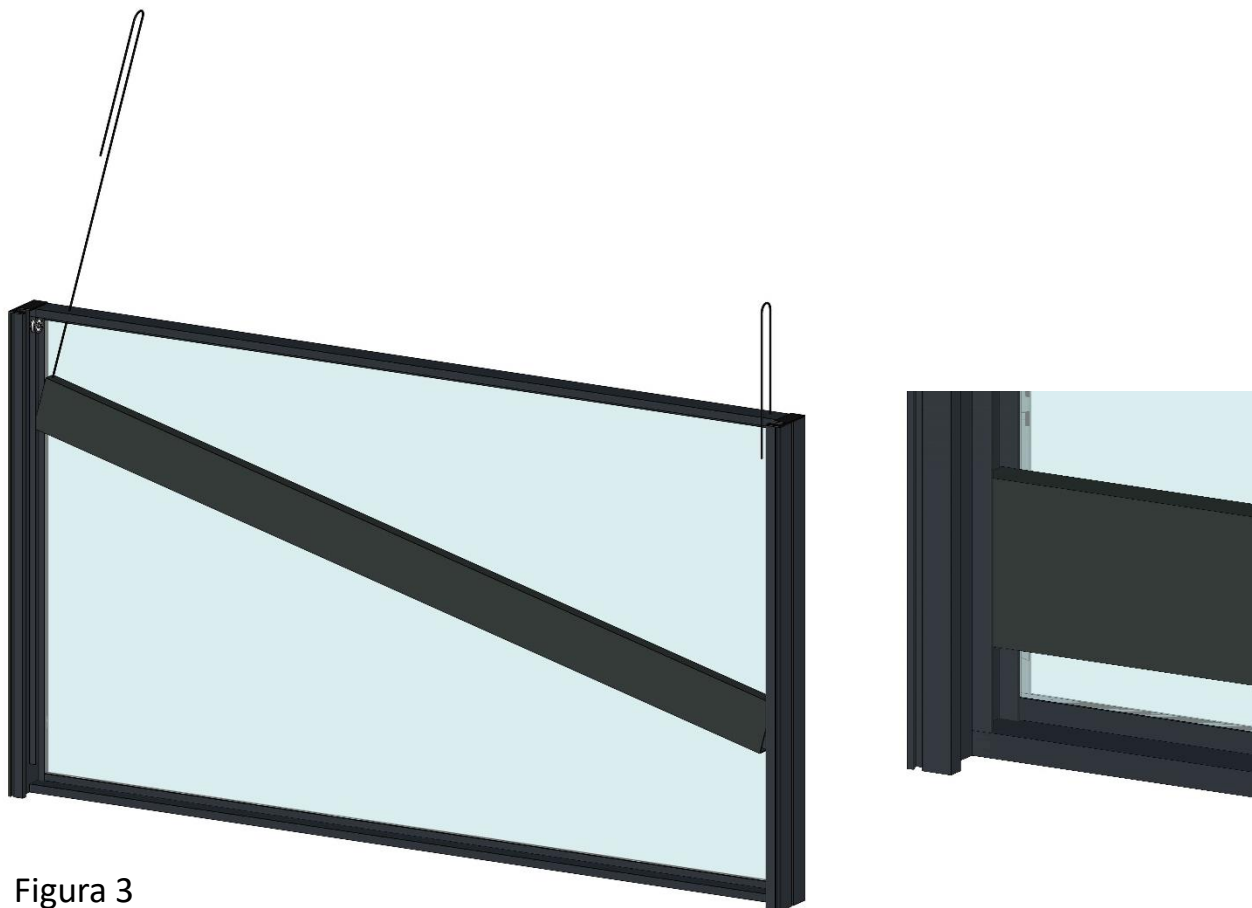

Figura 3
- Introducir el contrapeso en la guía existente para ello en el Panel Fijo (Figura 3).